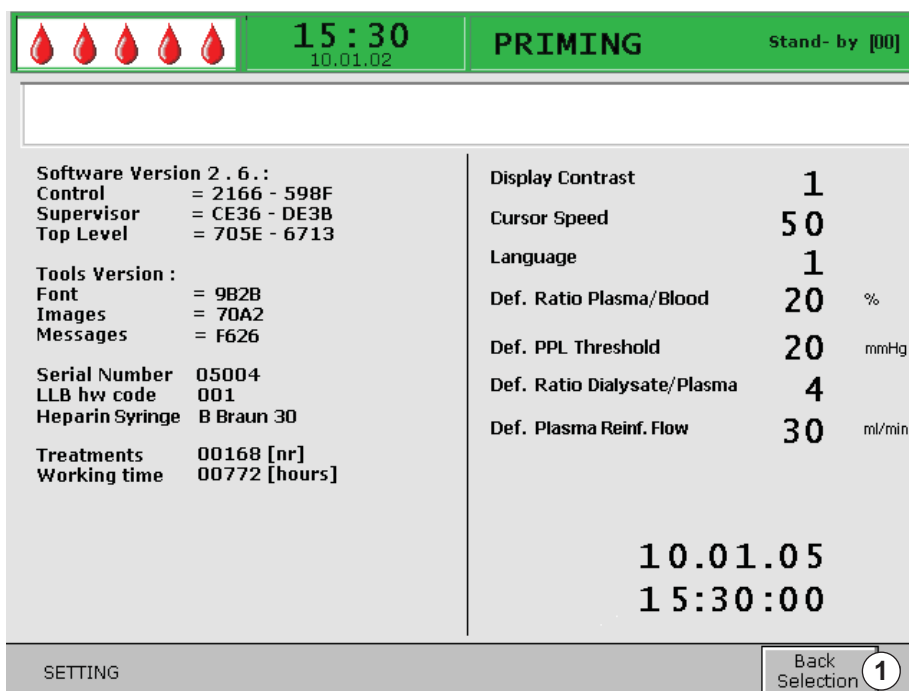

Рис. 4-8 Выход из экрана *Настройки*
1. Для выхода из экрана *Setting* (Настройки) выбрать пункт *Back Selection* (Назад; Рис. 4-8, ①) в строке меню и нажать кнопку *Ввод*.